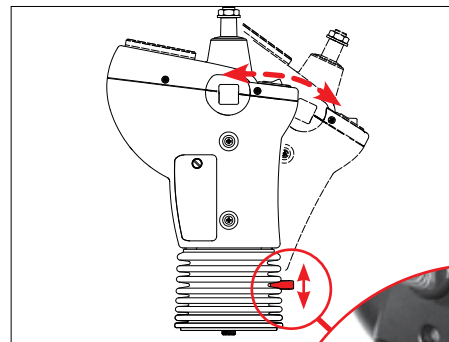

Fig. 20
1. Aktiver indstillingsarmen (Fig. 20).